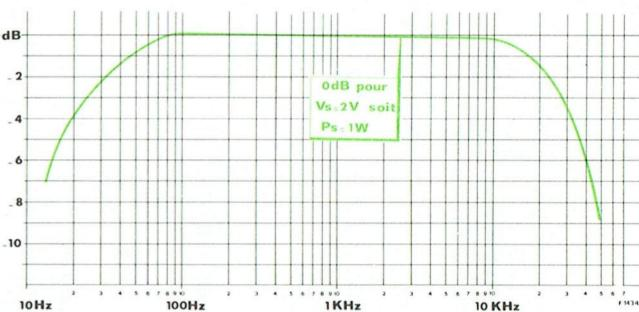

Fig. 4
- Les rapports des V_s en fonction de la fréquence, sur la tension $V_s = 2 \text{ V}$ pour $f = 1 \text{ kHz}$, sont donnés par la figure 4.